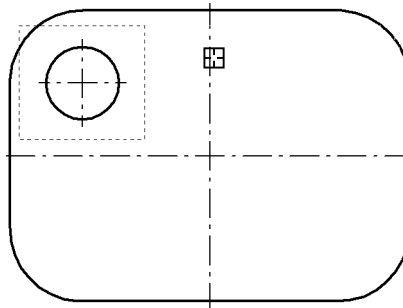

Рис. 15.9. Построение симметричной окружности
4.2. Нажмите кнопку **Выделить рамкой** на панели **Редактирование**. Выделите построенное отверстие вместе с осями симметрии (рис. 15.9).